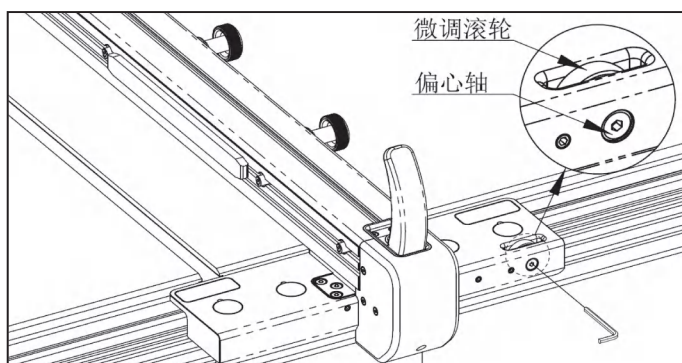

图 6-25
- (7) 调整微调滚轮。使用 4mm 六角扳手左右旋转偏心轴，直至可以用手轻松搓动微调滚轮，带动靠山组件移动，且不打滑即可，如图 6-25。